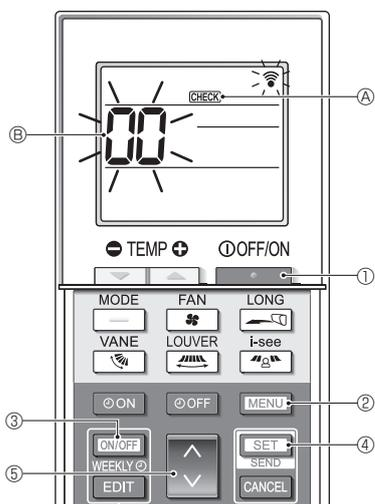

Fig. 7-6
■ Autokontrola (Fig. 7-6)
- Nacisnąć przycisk ①, aby wyłączyć klimatyzator.
- Jeśli programator tygodniowy jest włączony (jest wyświetlana ikona) , należy nacisnąć przycisk ③, aby go wyłączyć (nie jest wyświetlana ikona).
- Nacisnąć przycisk ② na 5 sekund.
- Nacisnąć przycisk ⑤, aby wybrać adres czynnika chłodniczego (adres M-NET) ⑥ jednostki wewnętrznej, dla której ma zostać przeprowadzona autokontrola.
- Nacisnąć przycisk ④.
- Nacisnąć przycisk ①.
- Ikona A i adres czynnika chłodniczego (adres M-NET) ⑥ znikną i autokontrola zostanie zakończona.